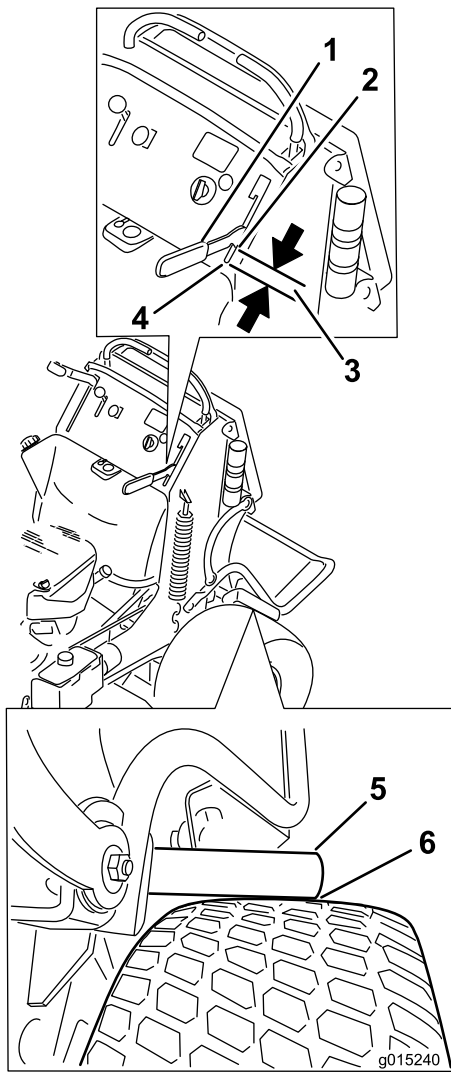

Figura 70
4. Accione la palanca del freno hasta que las barras de freno apenas entren en contacto con el neumático (Figura 70).
5. Mida la distancia que hay entre el borde delantero de la palanca de mano y el final de la ranura del panel de control cuando la barra de freno empieza a tocar el neumático (Figura 70).